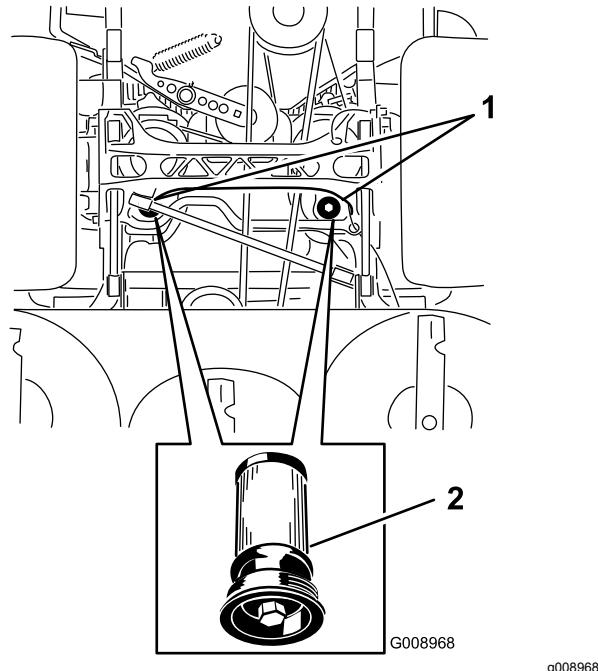

Figura 89
5. Coloque un recipiente debajo del filtro, retire el filtro usado y límpie la superficie (Figura 89).
- 6. Aplique una capa fina de aceite hidráulico a la junta de goma del filtro nuevo (Figura 89).